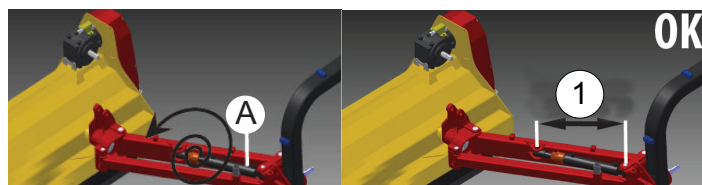

Fig.36
- Se il cardano entra in contatto con altre parti deve essere regolato il martinetto (in posizione totalmente chiusa) (A, "Fig.36") svitando il dado e il controdado e rispettando le misure (1, "Fig.36") riportate nella tabella sotto.